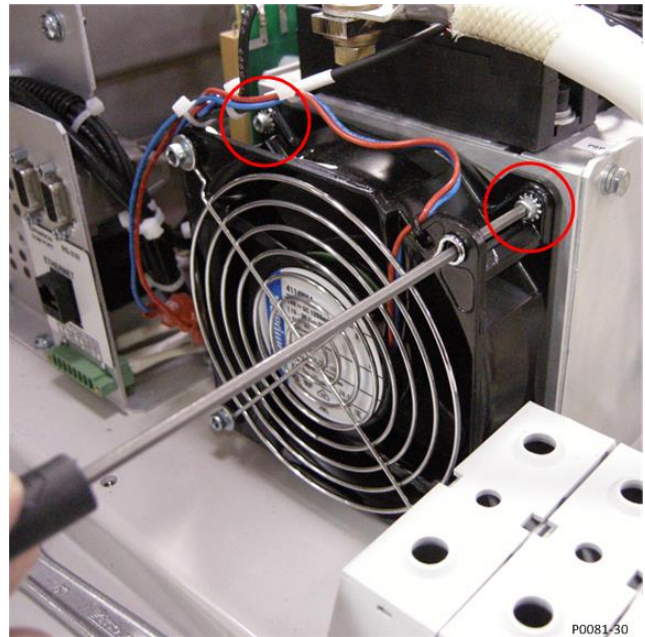

Figura 5. Ubicaciones del hardware del ventilador (2 de 4)
- Con un destornillador hexagonal 7/64", extraiga los cuatro tornillos que sujetan el ventilador al disipador térmico y guárdelo para usarlo posteriormente. Consulte la Figura 5.